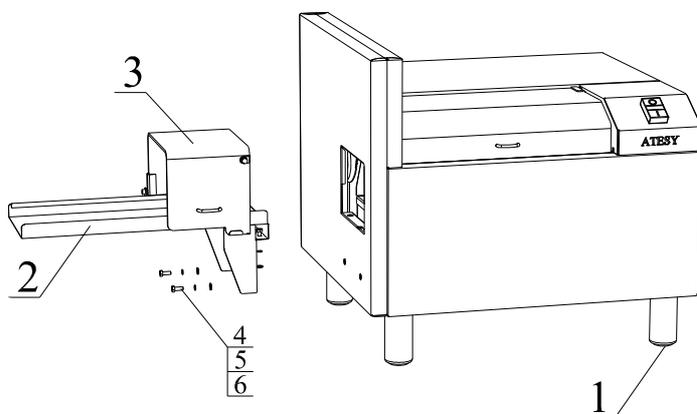

Рис.1
- Вкрутить съёмные части ножек (ноз.1) (рис.1).
5.2.4. Нарезанный хлеб собирается на платформе. Чтобы взять его необходимо открыть предохранительную крышку (поз.3) (рис.1).